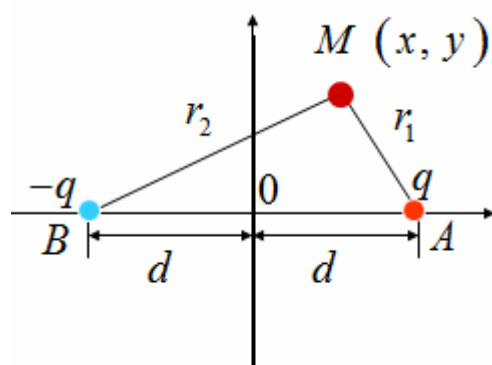

图 2
- 2、考虑在均质无限大地层中有等产量的一源 (注水井) 一汇 (生产井), 如图 2 所示。源汇之间距离为  $2d$ , 两井井底势分别为  $\phi_{wf}$  (生产井) 及  $\phi_{wf}$  (注水井), 储层厚度为  $h$ , 渗透率为定值  $K$ , 储层流体粘度为  $\mu$ , 井筒半径为  $r_w$ , 利用势的叠加理论推导: (1) 地层内任一点的势  $\phi_m$ ; (2) 产量公式  $q$ 。(20 分)